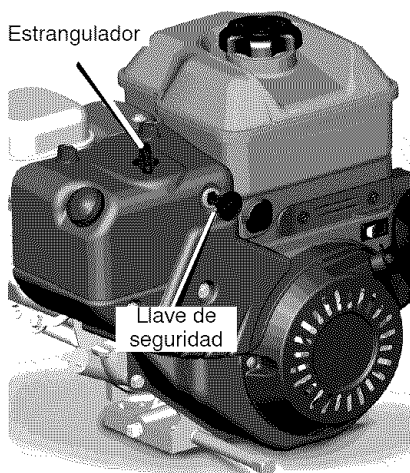

Figura 68
1. Quite el estrangulador (vea la Figura 68).